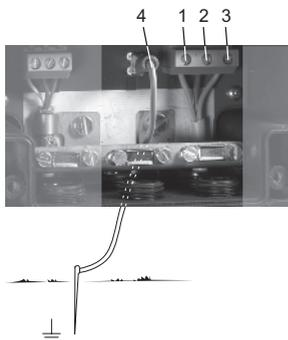

Рис. 4 Электрическое соединение и заземление
Если устройство CIU монтируется на массу или на стене, его необходимо заземлить через клемму заземления. См. рис. 4, поз. 4.
2. Подсоединить питающий кабель к устройству CIU (рис. 4, поз. 1, 2 и 3).